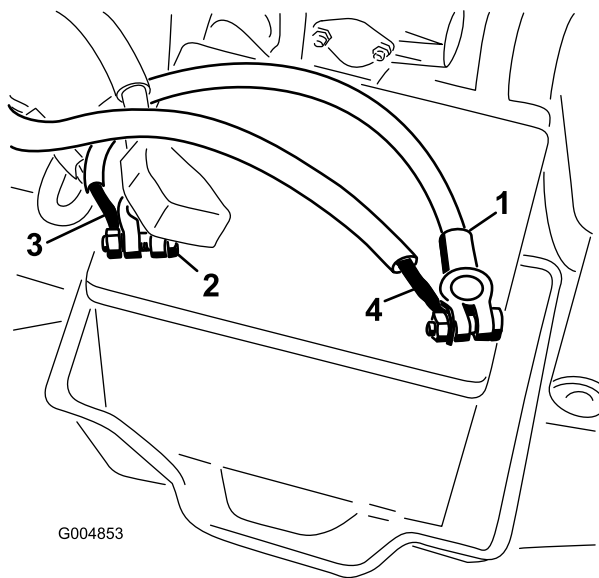

図 26
11. バッテリーのプラス端子に電源ハーネスを接続する 図 26。
12. バッテリーのマイナス端子に黒ケーブルを接続する 図 26。